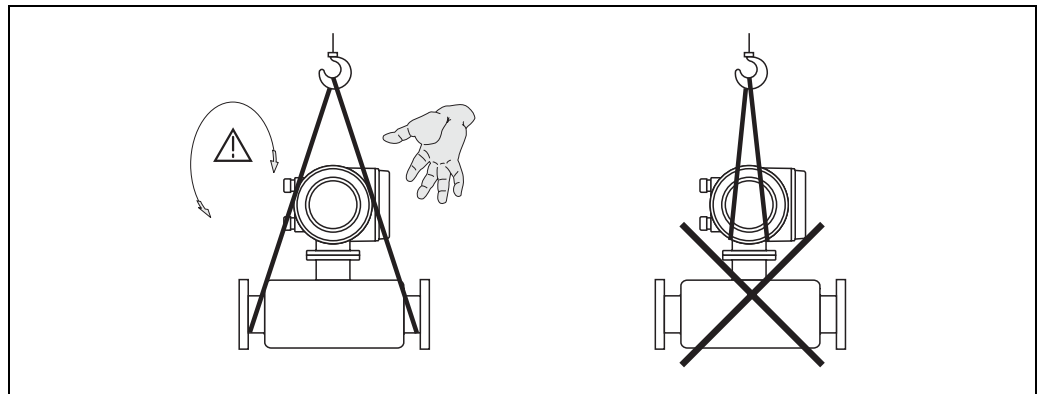

Fig. 4: Istruzioni per il trasporto di sensori DN 40...100 (1½"...4")
- I misuratori con diametro nominale DN 40...100 (1½"...4") non devono essere afferrati dalla custodia del trasmettitore o, in caso di versione separata, dalla custodia di connessione (Fig. 4). Usare delle cinghie di tessuto, strette intorno alle due connessioni al processo. Non utilizzare catene, poiché potrebbero danneggiare la custodia.